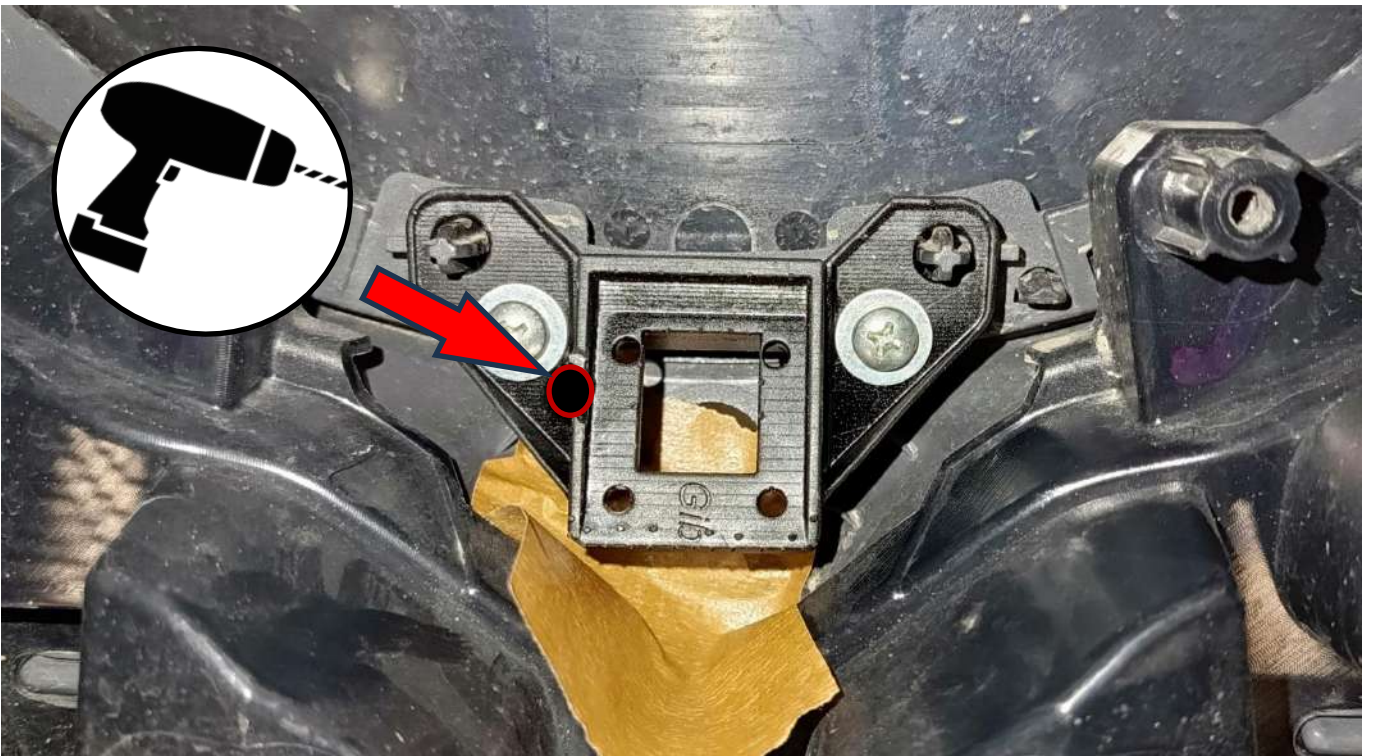

Рисунок 4
- просверлить через шаблон отверстие сверлом 5 мм (рис. 4);